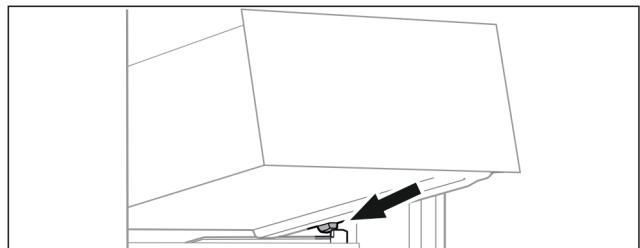

Fig. 135
- ▶ Наклоняя вниз, установите выдвижной ящик за стопоры на контейнерное ребро. (см. Fig. 135)